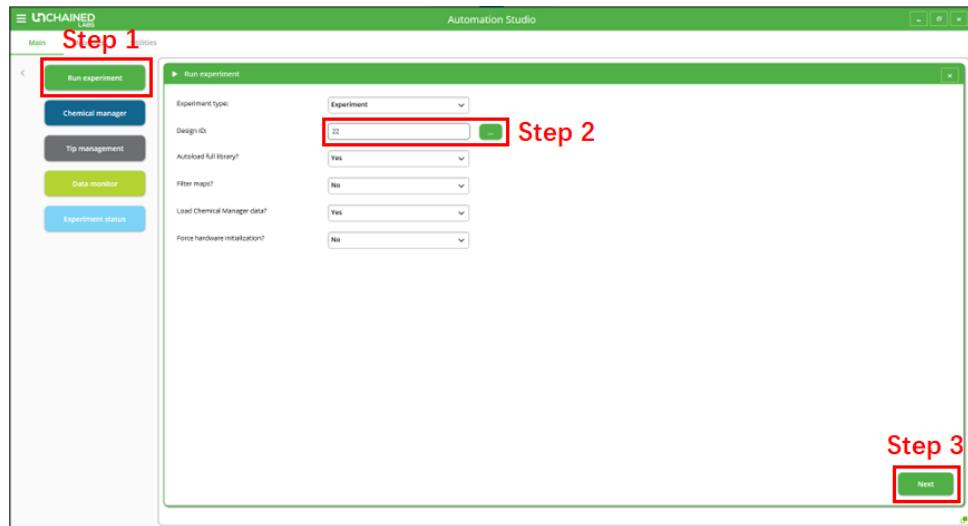

图 6-4-4
1) 在仪器完成初始化后, 点击 “Run Experiment”, 输入此次 LS 软件中生成的 Design ID, 或点击 在 Project 中寻找此次需要运行的 Design ID (图 6-4-4, 其余选项建议选择默认值, 如需要调整, 可与仪器管理员沟通), 点击 Next。